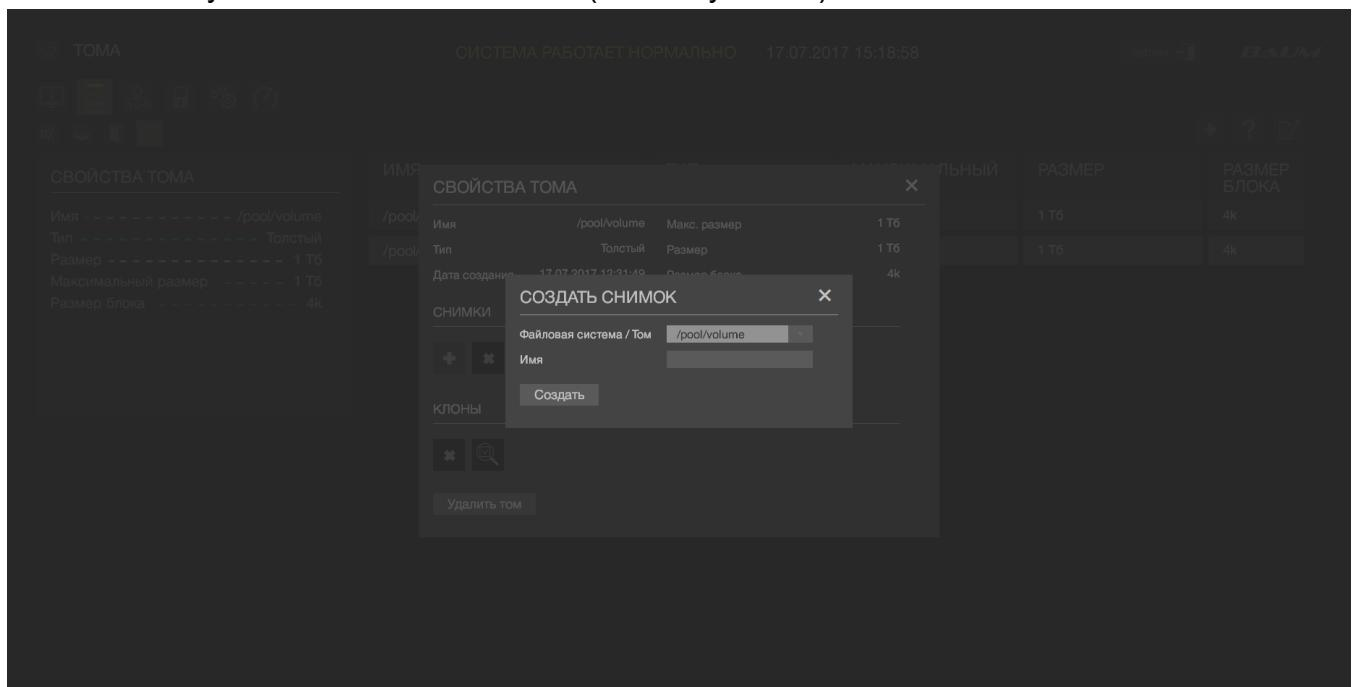

Рисунок 51 – Создание снимка Тома
- 4) В результате появится еще одно модальное окно, где нужно указать Файловую систему либо Том и имя снимка (см. Рисунок 51).